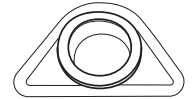

Figura 9.
4. El Grifo unido con las mangueras y el vástago se puede sostener en la perforación de la tarja, pero cuida que no se dañen los componentes. Coloca el empaque hidráulico circular en la base estabilizadora blanca (12), ver Figura 9.